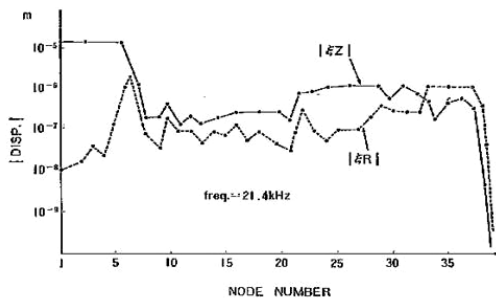

図 2. NASTRAN を用いたバランスドライブスピーカーの振動解析
- ・ 振動板形状最適化 (有限要素法ソフト NASTRAN 使用) (図 2)